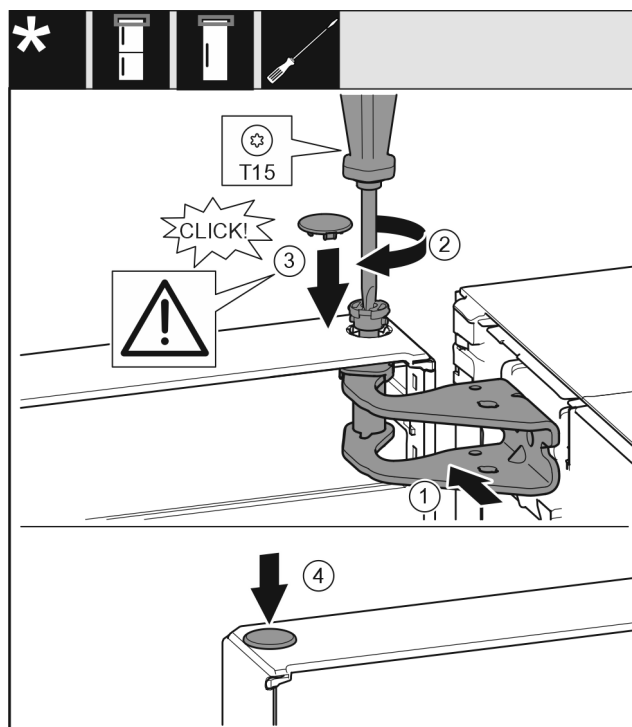

Fig. 23
- Dveře nahoře vyrovnejte s otvorem ve stojanu ložiska Fig. 23 (1).
- Vložte čep Fig. 23 (2) a pevně jej utáhněte šroubovákem.
- Nasadíte kryt Fig. 23 (3).
- Zkontrolujte, zda kryt Fig. 23 (3) doléhá na dveře.
- Nasadíte kryt Fig. 23 (4).